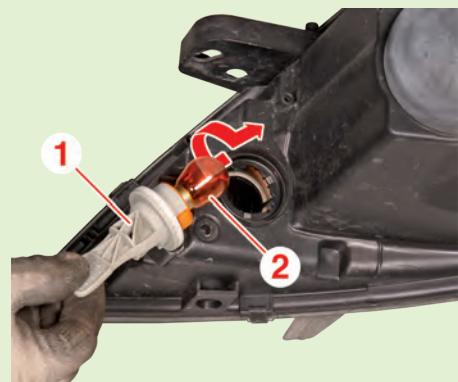

Fig.2
- Appuyer et tourner l'ampoule (2) dans le sens antihoraire pour la déposer (Fig.2).